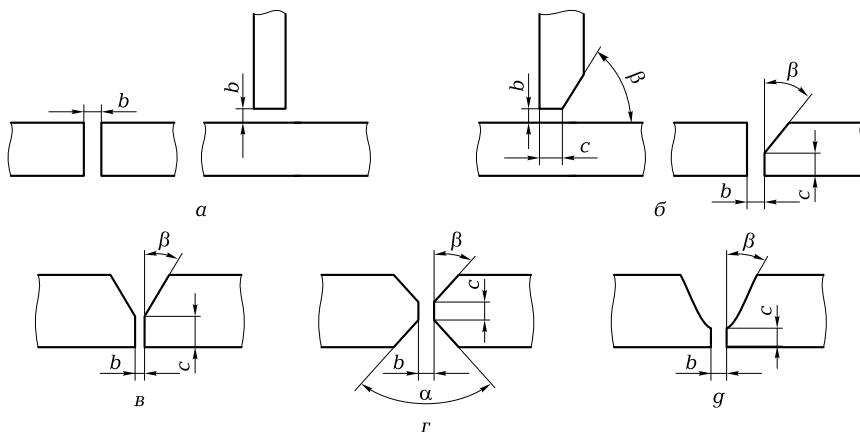

Рис. 1.1. Конструктивные элементы разделки кромок под сварку
5. Расшифруйте буквенные обозначения конструктивных элементов разделки кромок под сварку, показанных на рис. 1.1, $a—g$: